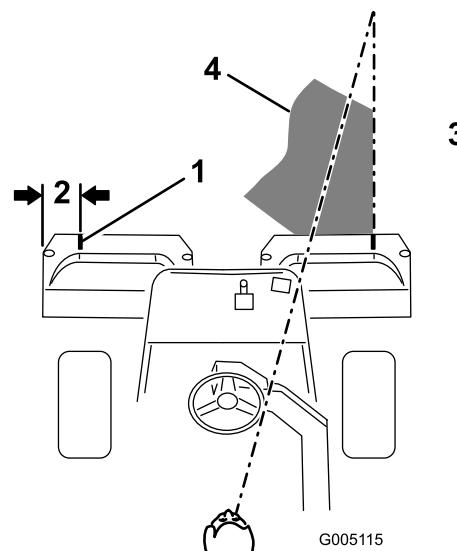
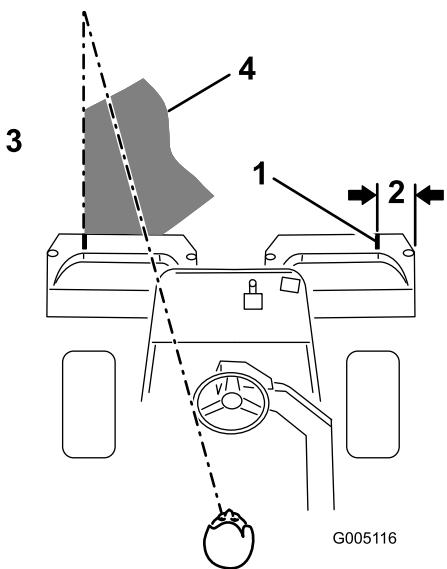

Figura 30
Figura 31
2. Coloque uma fita branca ou pinte um tira em cada um dos cestos, paralelamente à extremidade exterior de cada cesto (Figura 30).
- Sobreponha uma quantidade mínima com o corte anterior nas passagens adicionais. Para cortar em linha recta ao longo do relvado e de modo a conseguir manter uma distância equitativa entre a extremidade da zona de corte anterior, estabeleça uma linha imaginária de aproximadamente 1,8 a 3 m à frente da máquina até a extremidade da zona por cortar (Figura 30 e Figura 31). Alguns utilizadores acham útil incluir a borda exterior da roda motriz na linha imaginária; por exemplo, mantenha a extremidade da roda motriz alinhada com um ponto que se mantém sempre à mesma distância da dianteira da máquina (Figura 30 e Figura 31).